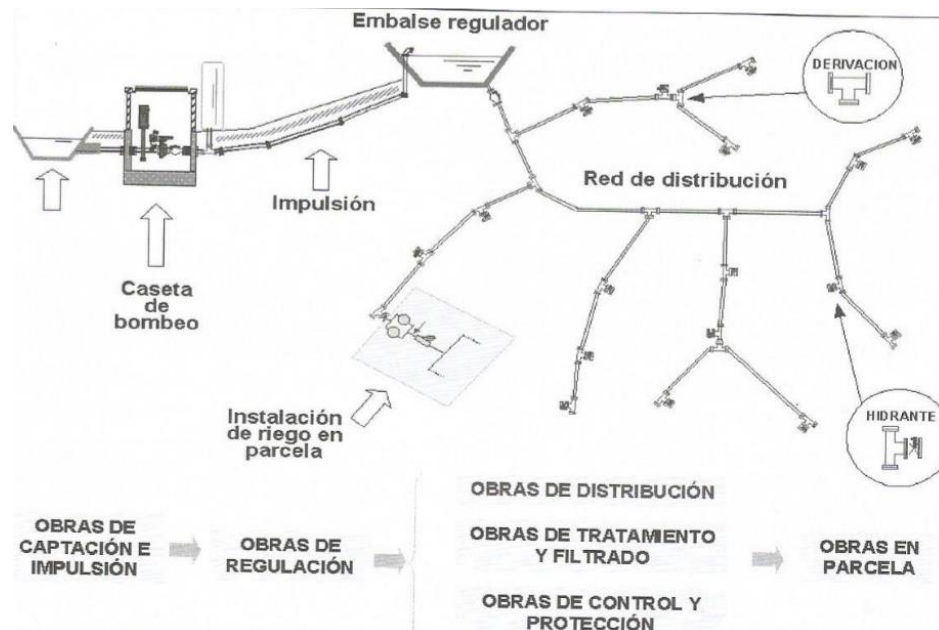

Imagen 1. Abastecimiento desde un canal.
- Sistema de control de lazo abierto: se caracteriza porque el sistema de control no recibe información acerca del valor que tiene la variable del producto o proceso que quiere controlar (Fig. 1). Un ejemplo sería una lavadora “automática” común, ya que ésta realiza los ciclos de lavado en función a una base de tiempo, sin medir el grado de limpieza de la ropa, que sería la salida a considerar. Otro ejemplo sería una tostadora: al hacer una tostada, se coloca el tiempo que suponemos suficiente para que el pan salga con el grado de tostado que queremos, más la tostadora no puede decidir si ya está suficientemente tostado o no.